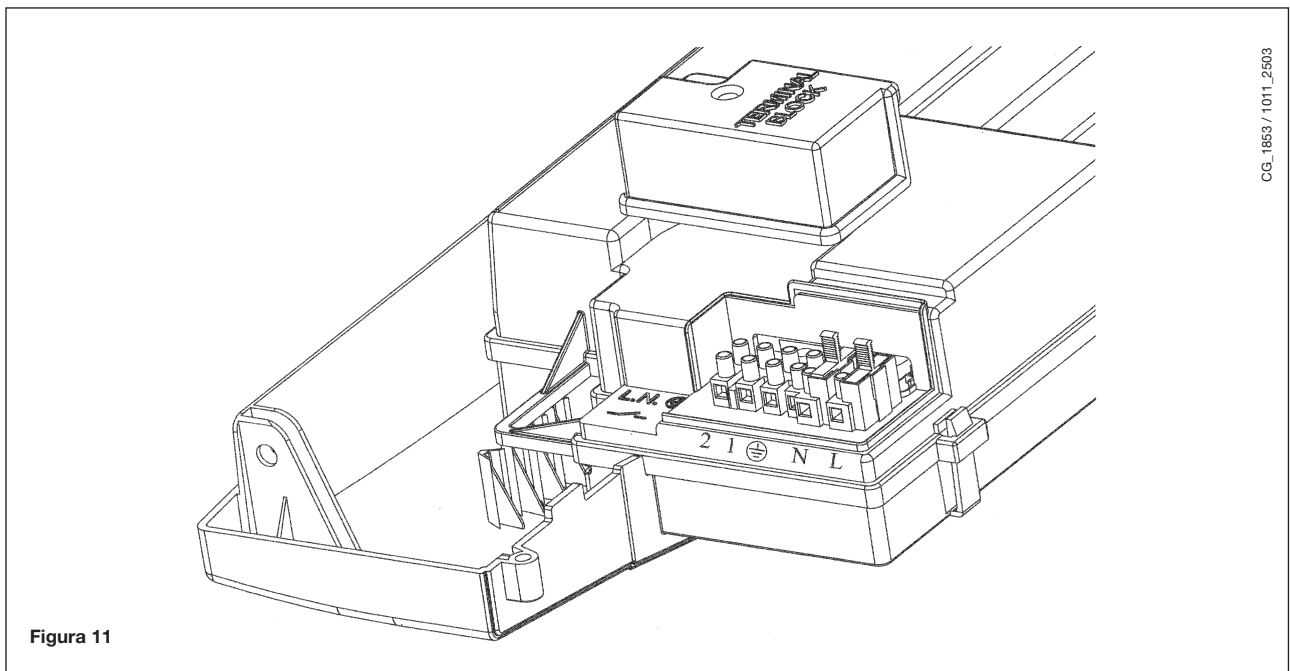

Figura 11
- togliere il coperchio ed accedere alla zona collegamenti elettrici (figura 11).
- accedere alla morsettiera di alimentazione (figura 11) come descritto al capitolo precedente;
- togliere il ponticello presente sui morsetti (1) e (2);